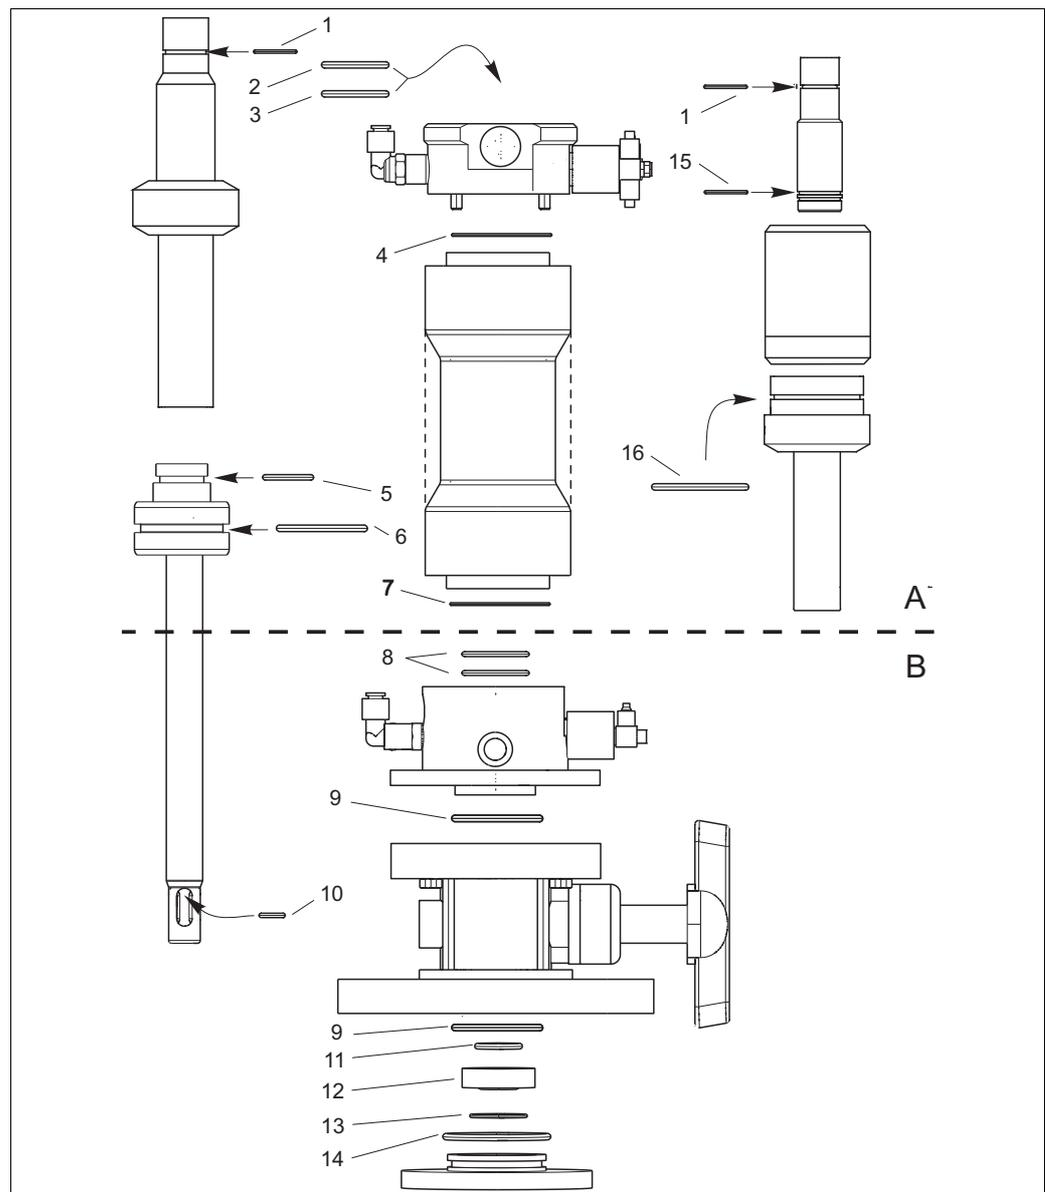

Abb. 39: Position der Dichtungen
2. Tauschen Sie nun die in (Abb. 39) gezeigten O-Ringe aus.